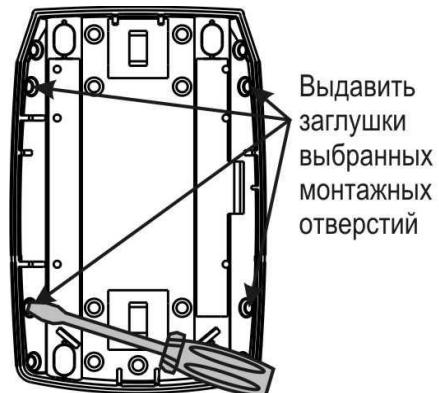

Рисунок 11.7
- сделать разметку на стене на необходимой высоте (от 2,35 до 2,5 м – исполнения А, Б, от 2,20 до 2,35 м – исполнение Р) по приложенному основанию (рисунок 11.7):